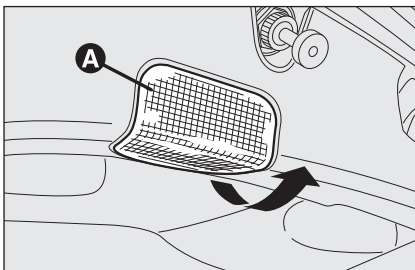

fig. 44
- ❑ extraire le plafonnier **A-fig. 44** en faisant levier dans le point indiqué par la flèche;